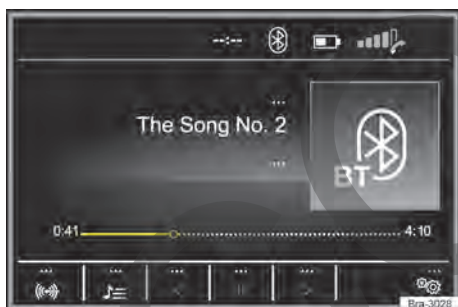
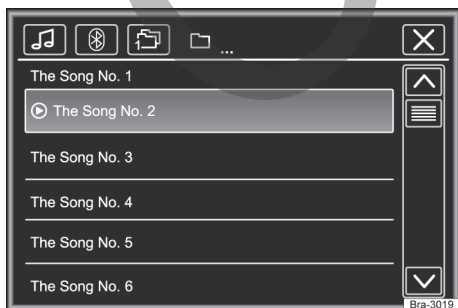

Fig. 131 Menú principal de medios.
Fig. 132 Operación de la radio: lista de estaciones.
- Presionar la tecla **MEDIA** para abrir el menú principal **MEDIA** → fig. 131.
Las fuentes de medios que se reproducen actualmente se exhiben en el botón de función en la parte inferior izquierda → fig. 131.
Leyenda para → fig. 131 y → fig. 132:
Legenda para → fig. 131 y → fig. 132: